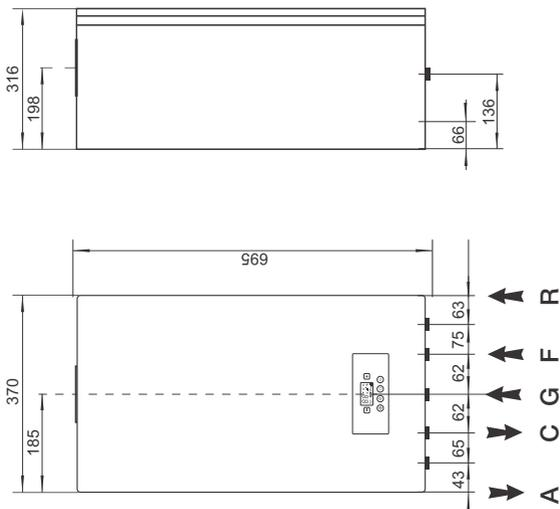

Рис. 1
3.4 Габариты и присоединительные размеры аппарата (Рис. 1, Табл.1)